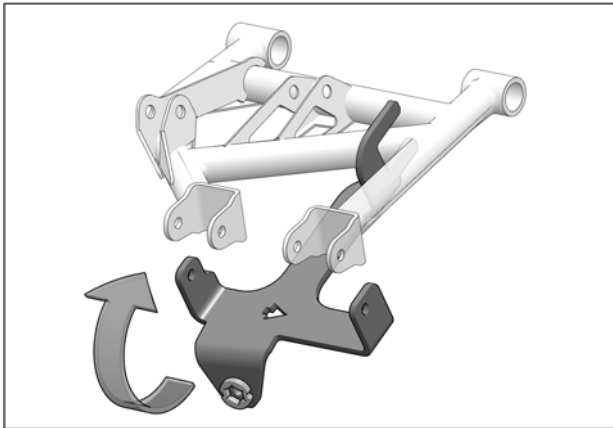

Fig. 5
- Pivot anchor bracket up towards suspension arm and align anchor bracket bolt holes with suspension arm bolt holes. See Fig. 5
6. Pivoter l'ancrage vers le haut pour aligner les trous de fixation de l'ancrage aux trous présents dans le bras de suspension. Voir la Fig. 5